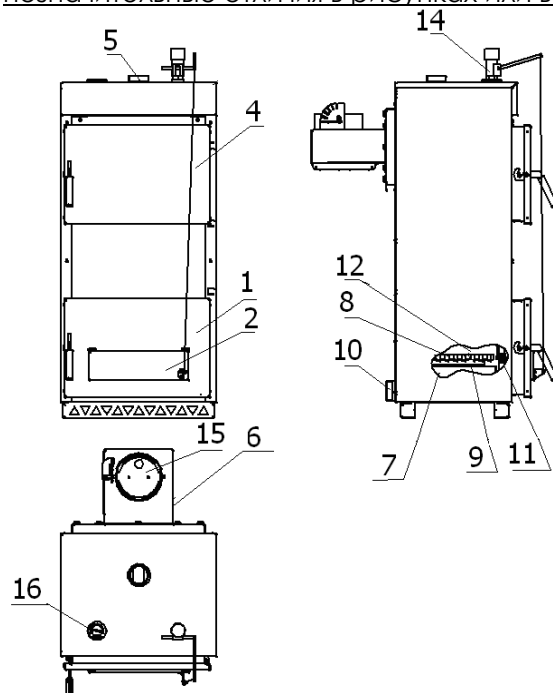
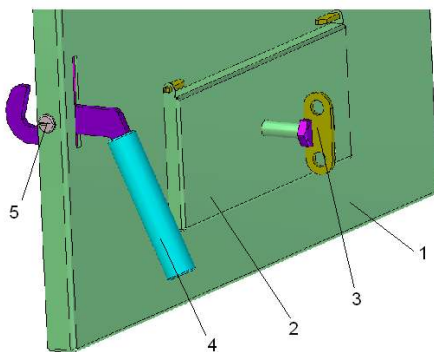
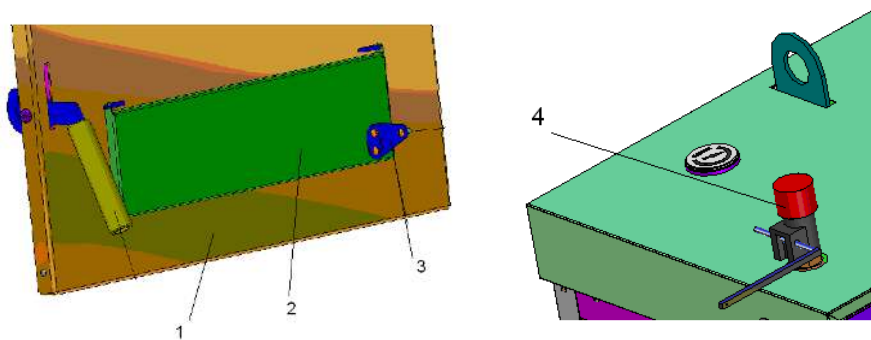

Рис.1 Котлы KC-T-16...; KC-T-12...
Рис.8 Дверца шуровочная
Рис.9 Крепление кронштейна 3 для регулятора тяги 4
5.2.2 Котлы КС-Т-... (**рис.1,2**) состоят из топки 12 с жаровыми трубами. Вокруг топки имеется водяная рубашка 7. Через трубы, соединяющие водяную рубашку, циркулирует вода, что увеличивает площадь теплосъема. Температура воды в котле контролируется термометром 16. Нагретая вода в результате образовавшихся в котле конвекционных потоков выходит в систему отопления через верхний патрубок 5. Обратная вода из системы отопления поступает в котел через нижний патрубок 10. В нижней части топки устанавливаются колосники 8, образующие полотно колосниковой решетки при работе котла на твердом топливе. На фронтальной поверхности котла крепятся загрузочная 4 и шуровочная 1 дверцы, через которые производятся загрузка топлива, чистка колосниковой решетки, а также чистка поверхности топки. Для улучшения работы топки на верхней крышке котла установлен регулятор тяги 14 (табл.2), который соединён с крышкой 2 шуровочной дверцы 1. На дне под колосниками 8 стоит ящик 9 для сбора прогоревшего топлива (зола).
Для работы на природном газе или на пеллетах котёл необходимо переоборудовать в соответствии с данным руководством и упаковочными ведомостями комплектов (табл.2; **рис.1 - 32**).
5.3.3 На дверцы (рис.1, 2) установить ручки 4 (рис.8), закрепив их осями 5.
На крышку 2 (рис.8) шуровочной дверцы 1 установить винт 3. С его помощью можно регулировать тягу зазором до 20 мм.
5.3.4 Для котлов с комплектом регулятора тяги на крышку 2 (рис.9) дверцы шуровочной 1 установить кронштейн 3, закрепив его винтами М4 и гайками М4.
На верхней крышке котла (**рис.1,2**) снять заглушку (3/4") и на это место установить регулятор тяги 4. Соединить его цепь винтом М4х10 и гайкой М4 с кронштейном 3 на крышке 2 шуровочной дверцы 1 (**рис.9**).
6.1 Регулятор тяги 14 (рис.1,2) и его цепь демонтировать.
Демонтировать шуровочную дверцу 1 (рис.1, 2).
6.2В верхней части топки вплотную к передней стенке котла через загрузочную дверцу 4 (рис.1,2) устанавливается топочный лист на прутки, приваренные к стенкам топки.
Перед креплением дымохода в трубы топки с задней стороны котла вставляются турбулизаторы 7 (табл.2 и рис.1,2,14). Если дымоход установлен, его надо демонтировать для установки турбулизаторов, а затем вернуть на место.